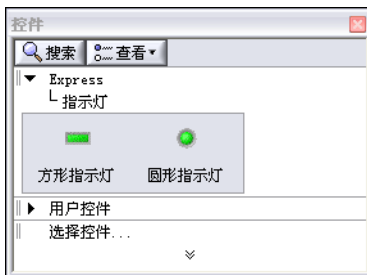

图 3-4 指示灯选板
2. 在 **Express** 选板上，选择**指示灯**选板，如图 3-4 所示。